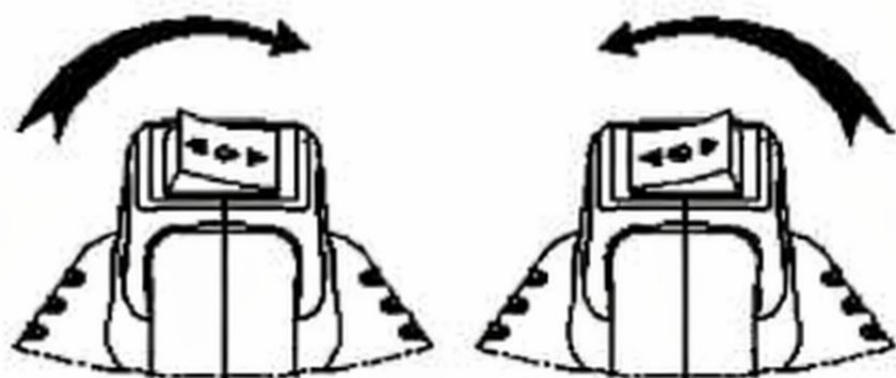

Figure 2
4. Sélectionnez le sens correct pour desserrer ou serrer (consultez la Figure 2).